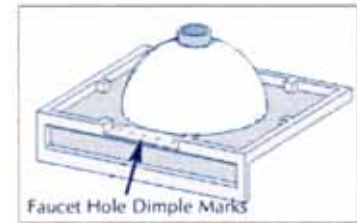

Figure 1
3. Las marcas de barrenado para la llave mezcladora se encuentran localizadas en la parte inferior de la superficie del lavabo. Seleccione la marca deseada que vayan de acuerdo a los agujeros de su llave mezcladora. (Ver Fig. 1).